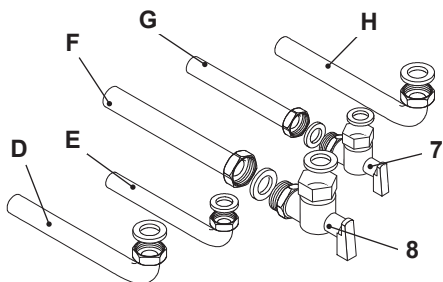

рисунок 5.3
- Присоедините газовый кран 8 (3/4") к котлу, используя прокладку на 3/4" (рисунок 5.3)